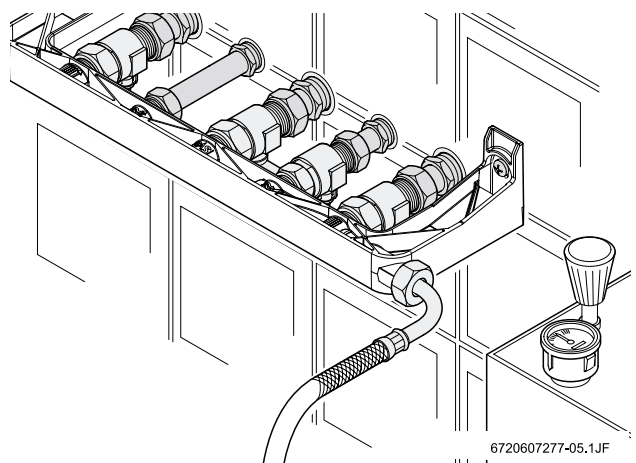

Fig. 5 Efectuarea probei de etanseitate a circuitului hidraulic (maxim 15 bar)
- ▶ Efectuati proba hidraulica (Fig. 5)